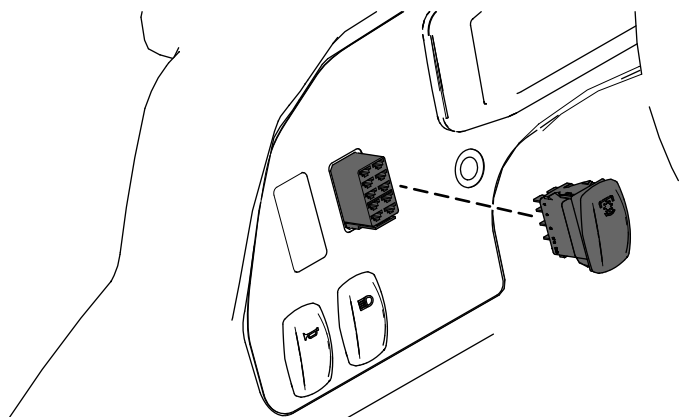

Рисунок 20
2. Найдите жгут провод с маркировкой **Высокопроизводительная гидравлика (HIGH-FLOW HYDRAULIC)** с разъемом обратной связи и подключите переключатель к разъему (Рисунок 20).